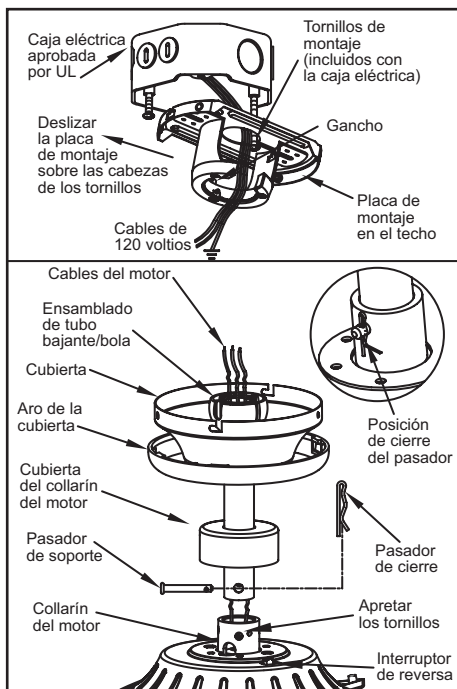

Figura 7
del motor y luego, por el aro de la cubierta. Asegúrate de que las aberturas en forma de ranura estén en la parte superior. Inserta los cables a través de la cubierta y luego a través del ensamblado del tubo bajante y la bola (Figura 7).
5. Alinea los orificios en la parte inferior del tubo bajante con los orificios en el collarín ubicado en la parte superior de la carcasa de motor (Figura 7). Inserta con cuidado el pasador de soporte a través de los orificios del collarín y del tubo bajante. Ten cuidado de no apretarlo contra el cableado dentro del tubo bajante. Inserta el pasador de cierre en el orificio cercano al extremo del perno hasta encajarlo en su posición como se muestra en el círculo de la Figura 7.
1. Pasa los cables de suministro de 120 voltios a través del orificio central de la placa de montaje del techo como se muestra en la Figura 7.
2. Instala la placa de montaje del techo en la caja eléctrica deslizando la placa de montaje sobre los dos tornillos provistos con la caja eléctrica (Figura 7). Si es necesario, usa arandelas niveladoras (no incluidas) entre el soporte de montaje y la caja eléctrica. Nota que el lado plano de la placa de montaje está hacia la caja eléctrica (Figura 7).
Este ventilador se envía desde la fábrica con el interruptor de reversa posicionado para hacer circular el aire hacia abajo. Si deseas dirigir la corriente de aire en la dirección contraria, apaga el ventilador y espera que las aspas se detengan, luego desliza el interruptor de reversa (ubicado en la caja de interruptores, consulta la Figura 7 de la página 5) hacia la dirección opuesta y luego vuelve a prender el ventilador. Las aspas del ventilador girarán en sentido contrario y revertirán la dirección de la corriente de aire.